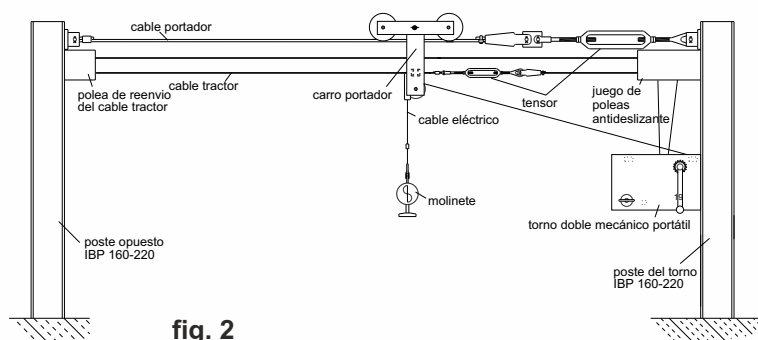

fig. 2
- **Modelo SKA-S-T:** instalación de cable fija con torno doble y carro portador portátiles. (fig. 2)